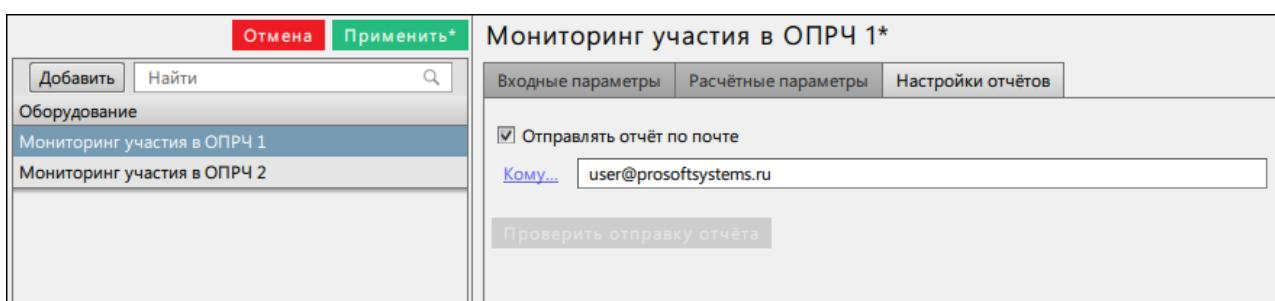

Рисунок 347 - Отправлять отчет по почте
- На вкладке **Настройки отчетов** у каждого мониторинга участия в ОПРЧ отметьте чекбокс **Отправлять отчет по почте** и укажите адрес получателя (Рисунок 347).